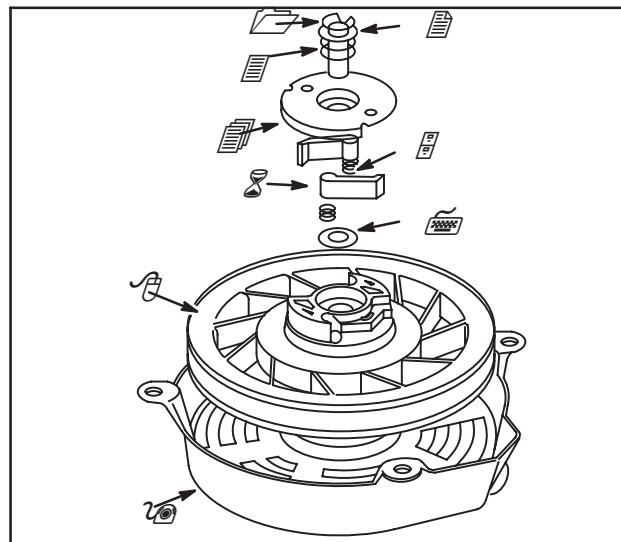

Fig. 43
6. Retirer le boîtier du lanceur (9) du support tout en maintenant l'arrêt de lanceur et le boîtier.
8. Enlever l'arrêt (4), en déposant la goupille de lanceur (1), la rondelle en acier (2), le ressort de torsion (3), les cliquets (6) et les ressorts de cliquet (5). Déposer les cliquets de lanceur et les ressorts.
9. Déposer la poulie et la cartouche contenant le ressort (8). Remarquer la rondelle en plastique sur la poulie (7), Fig. 43.